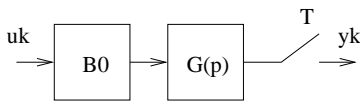

Figure 2: Échantillonnage
**1.d** On souhaite réaliser une commande numérique pour ce système. Pour cela, on réalise les conversions analogique - numérique modélisées comme sur la figure 2. La période d'échantillonnage choisie est  $T=2s$ . Donner la fonction de transfert  $G(z)$  du procédé échantillonné. Montrer qu'en première approximation on a :